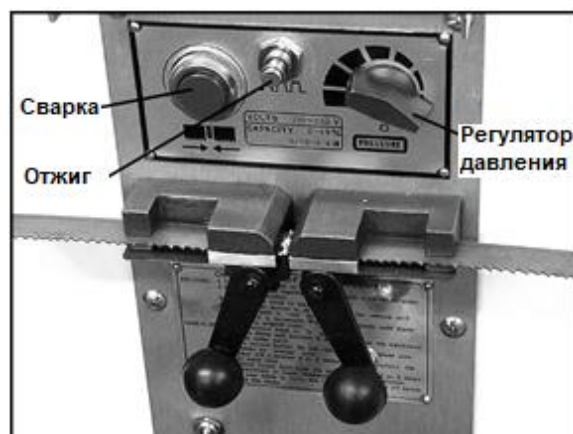

Рис. 15.
3. Установите ручку регулировки давления (Рис. 15) на "0" (вниз). ПРИМЕЧАНИЕ: при повороте ручки вы ощутите сопротивление.
7. Нажмите и удерживайте кнопку включения сварочного устройства (Рис. 15). Когда кнопка нажата, левый зажим смещается к правому и сдвигает концы полотна между собой. Одновременно с этим, через зажимы пропускается ток и происходит сварка полотна с образованием искр. Не отпускайте кнопку до тех пор, пока сварной шов не раскалится докрасна.
3. Быстро нажмите и отпустите кнопку включения отжига (Рис. 15). Повторяйте это действие, пока сварной шов не накалится до слегка красноватого цвета.